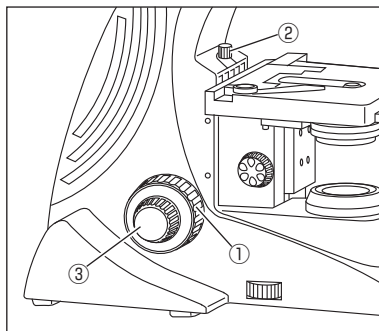

図13
2. リミットネジ②をまわしてトップの位置にします。右側の接眼レンズを右目で見ます。粗動ハンドル①を画像が見えるまでまわします。(図13)
3. 微動ハンドル③を画像がはっきりするまでまわし、固定②します。